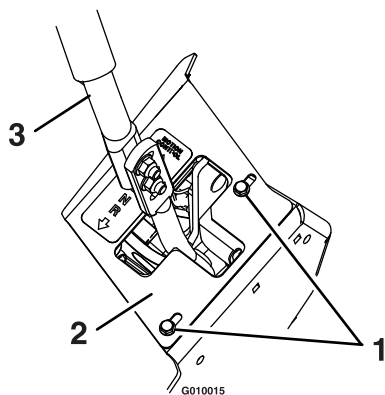

Figure 52
1. Desserrez les vis d'une plaque de protection (voir Figure 52).